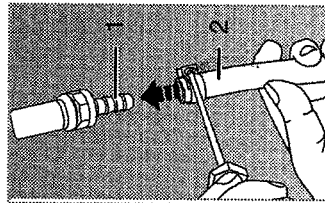

FIGURE 6
- \* Fixez le collier de serrage sur le flexible. Ensuite, raccordez le flexible au four. Enfin, serrez le collier de serrage avec le tournevis (Voir figure 6).